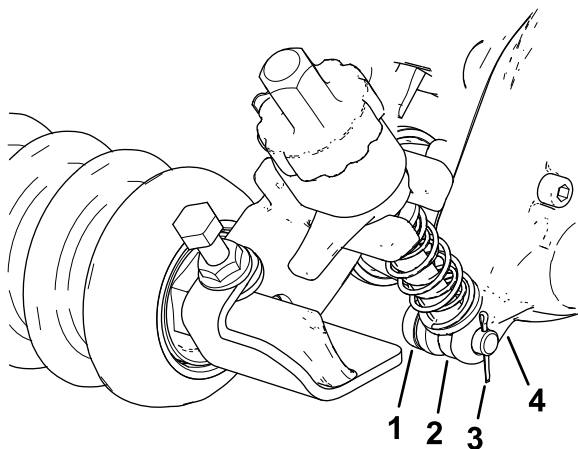

Figura 12
2. No lado da caixa do rastelo, deslize a barra do braço de ajuste do suporte da altura de corte para o espaço na caixa de transmissão do rastelo e fixe-a com um pino de ajuste e um perno de gancho, como se mostra na Figura 12.